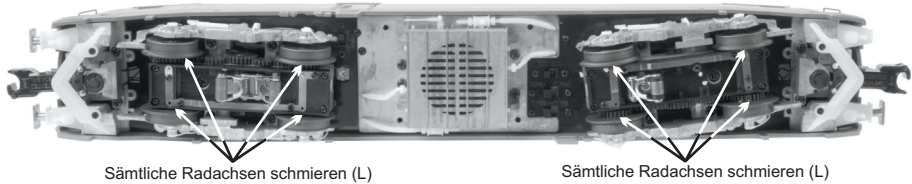

Figure 9: Schmierstellen der Lokomotive
1. Zugang zum Motor/Getriebegehäuse verschaffen: Gehäusebefestigungsschrauben entfernen (siehe Abb. 9) und das Gehäuse vom Chassis abheben.
2. Bei abgebautem Gehäuse, die Fahrgestelle entfernen; dazu ist die schwarze Befestigungsschraube (Kreuzschlitz) des Motors auf der Unterseite Fahrgestells zu entfernen (siehe Abb. 9).